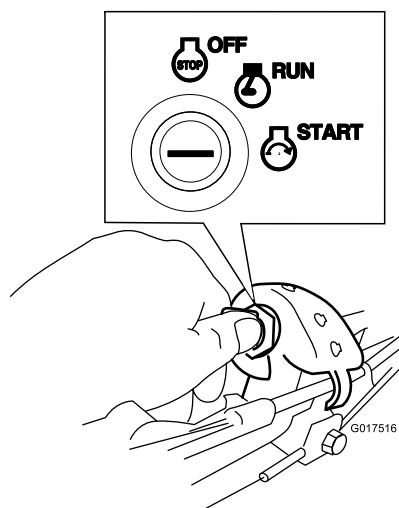

Figura 17
- **Chiave di accensione:** girate la chiave di accensione e mantenetela in posizione di avviamento (Figura 17); rilasciatela quando il motore si avvia.
1. girate la chiave di accensione in posizione di marcia Run (Figura 17).